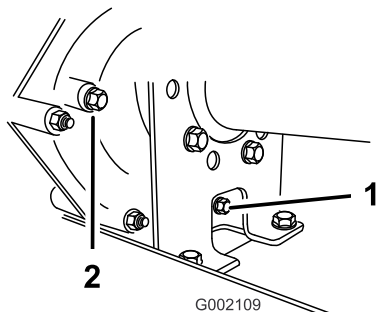
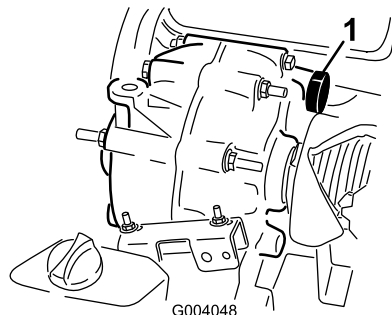

Bild 60
Bild 61
2. Reinigen Sie den Bereich um die Füll- und Ablassschraube mit einem Lappen (Bild 60).
4. Drehen Sie die Füllschraube nach links, um sie zu entfernen (Bild 60).
5. Drehen Sie die Ablassschraube nach links, um sie zu entfernen (Bild 60).
6. Setzen Sie die Ablassschraube und Dichtung in das Ablassschraubenloch am Getriebe ein und ziehen sie an (Bild 60).
7. Füllen Sie den Behälter (Bild 61) über die Einfüllöffnung mit ca. 1,4 l Öl der angegebenen Ölsorte oder bis der Ölstand im Getriebe die Unterseite des Gewindes erreicht. (Bild 60).
8. Setzen Sie die Füllschraube und Dichtung in das Füllschraubenloch am Getriebe ein und ziehen sie an (Bild 60).
10. Prüfen Sie den Ölstand und füllen mehr Öl ein, wenn der Ölstand unter dem Gewinde im Füllschraubenloch liegt (Bild 60).